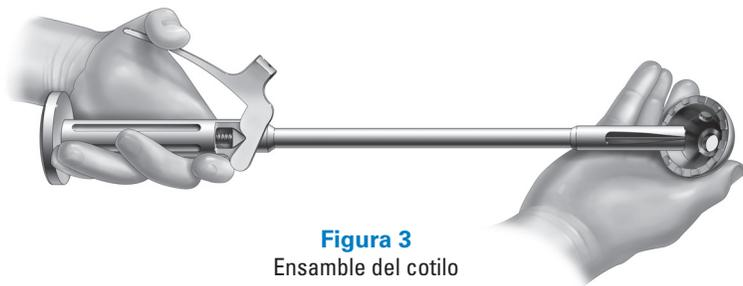

Figura 3
Paso 2. Ensamble el cotilo del tamaño adecuado en el **impactor** (121-01-00) apretando el mango del impactor e insertando la punta en la concavidad del ápice del cotilo. Libere el mango para enganchar el impactor del cotilo (*Figura 3*). Observe la posición de los orificios para tornillos en relación con la palanca del impactor.